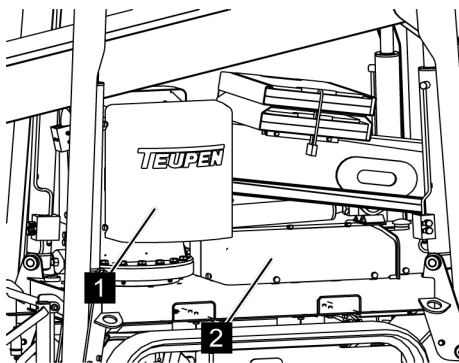

Fig. 89: Enlever les capots
2. → Enlever les capots (Voir la Fig. 89/1 et 2).
Sous le capot (Voir la Fig. 89/1), il y a les vannes pour la commande de la plateforme (☞ Chapitre 6.13 « Fonctions des vannes » à la page 97), et sous le capot (Voir la Fig. 89/2), les vannes pour les appuis (☞ Chapitre 6.13 « Fonctions des vannes » à la page 97).